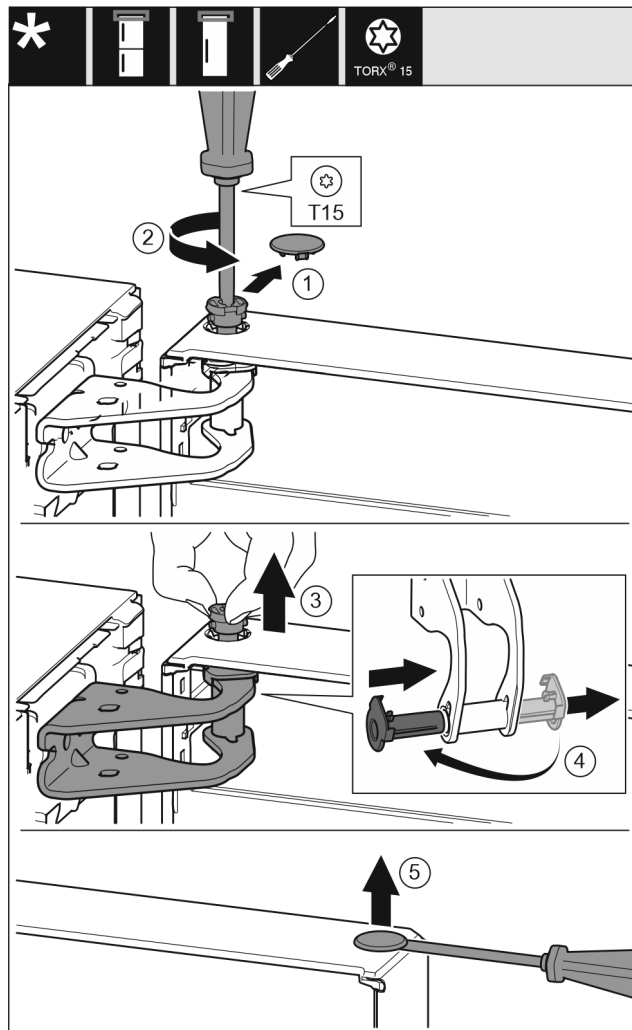

Fig. 9
- ▶ Свалете внимателно предпазния капак. Fig. 9 (1)
- ▶ С отвертка T15 отвийте малко болта. Fig. 9 (2)
- ▶ Задръжте здраво вратата и извадете болта с пръсти. Fig. 9 (3)
- ▶ Извадете лагерната втулка от водача. Поставете от другата страна и фиксирайте. Fig. 9 (4)
- ▶ С плоска отвертка внимателно повдигнете тапата от лагерната втулка на вратата и я извадете. Fig. 9 (5)